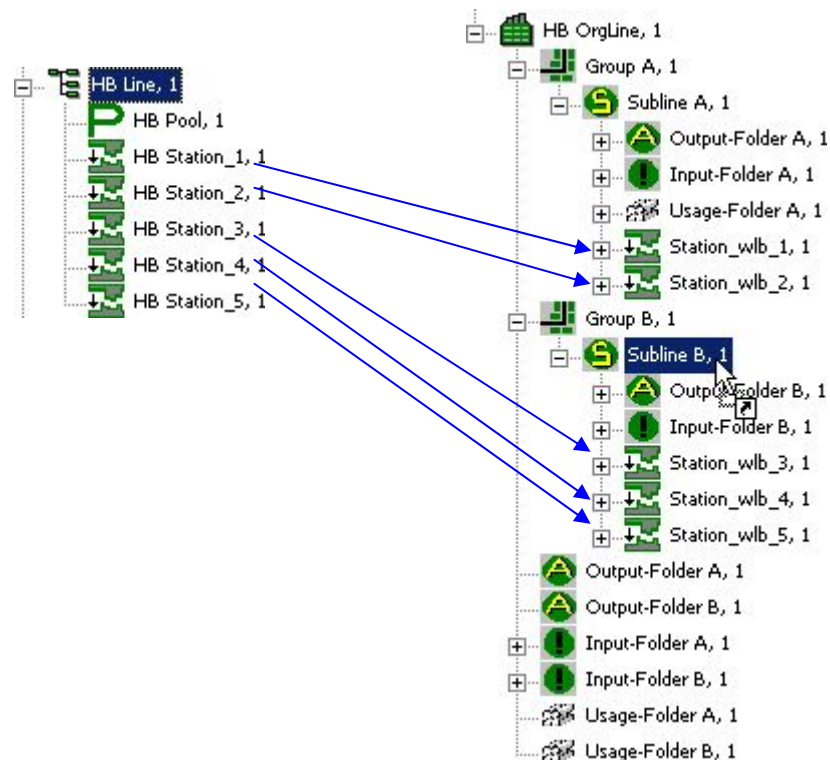

Abbildung 118: Stationen mit der Subline verknüpfen
- Die Stationen die unterhalb der Gruppe liegen sollen, müssen eine Teilmenge der Stationen der Level 1 Austaktung sein. Deshalb müssen die Stationen aus der Level 1 Austaktung ebenfalls als Stücklisteneintrag in die Gruppen verlinkt werden. Siehe auch Abbildung 118.